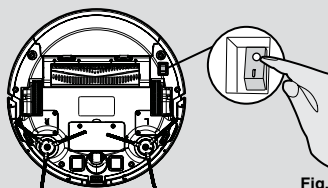

Fig. 9
Accendere il Robot, premendo l'interruttore ON/OFF nella parte inferiore (I). **[Fig. 9]** Appoggiarlo di fronte alla stazione di ricarica.
1. Premere l'interruttore di accensione ON/OFF posto sotto il robot. **[Fig. 9]**